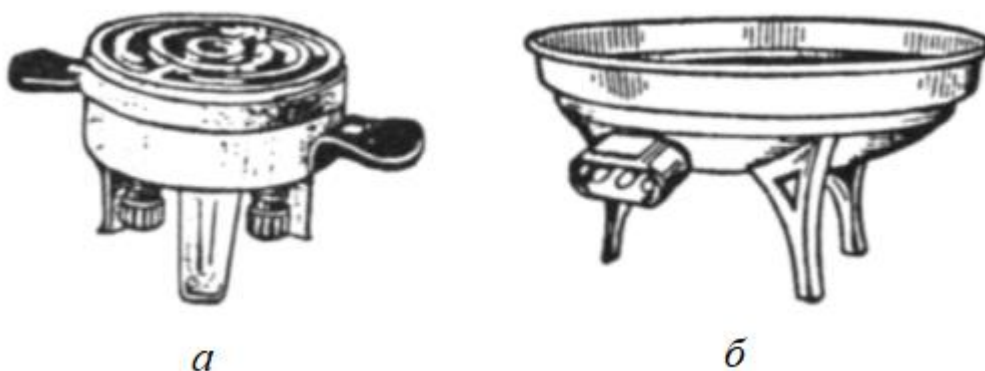

Рис. 34 – Плиты электрические:
*Плиты электрические* (рис. 34) бывают с открытой или закрытой спиралью (последние наиболее удобны и безопасны в работе). Плиты с закрытой спиралью можно использовать в качестве песочных бань.